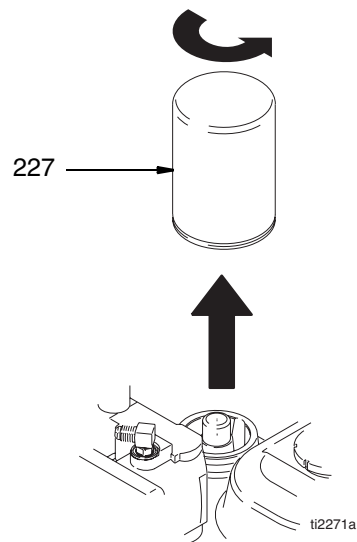

Рис. 6
3. Выкрутите пробку сливного отверстия (202), стр. 21. Дайте стечь гидравлическому маслу.
4. Рис. 6. Медленно выкрутите фильтр (227) — масло бежит по канавке и стекает с задней стороны.